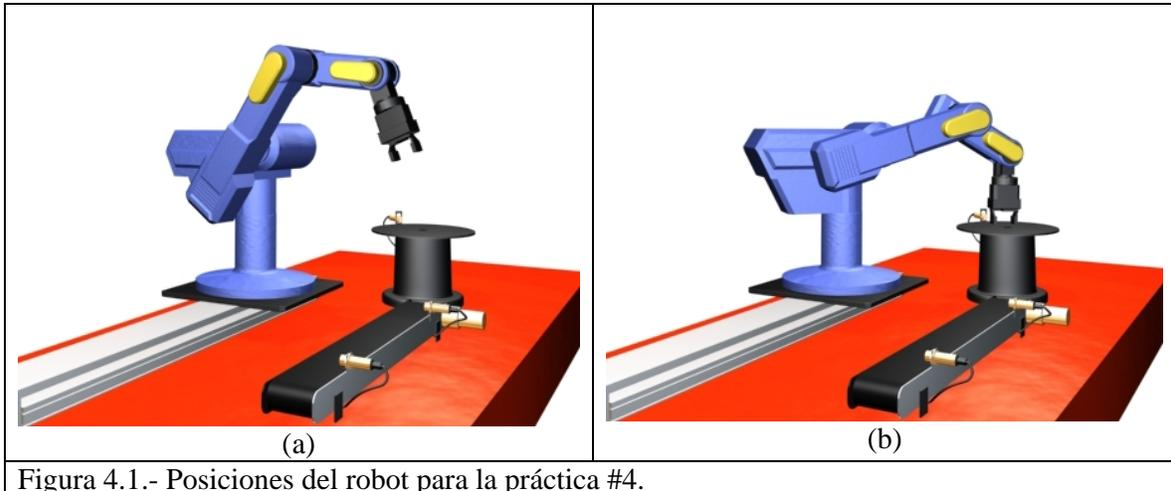

Figura 4.1.- Posiciones del robot para la práctica #4.
1. Defina la posición *FIME1*. Coloque el brazo como se muestra en la figura 4.1(a). y grábela.
2. Defina la posición *FIME2*. Coloque el brazo como se muestra en la figura 4.1(b). y grábela.